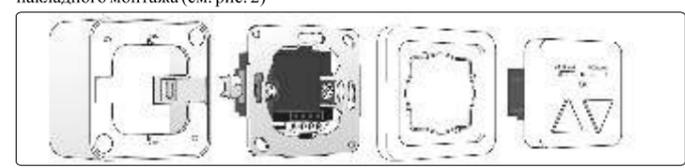

Рисунок 2. Установка устройства накладным способом с помощью адаптера для накладного монтажа
- б) Устройство может устанавливаться накладным способом с помощью адаптера для накладного монтажа (см. рис. 2)